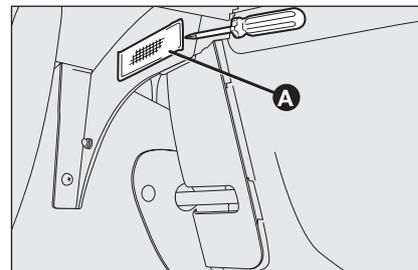

fig. 43
- à l'aide du tournevis fourni, enlever le plafonnier **A**-fig. 43 en agissant sur le point indiqué.